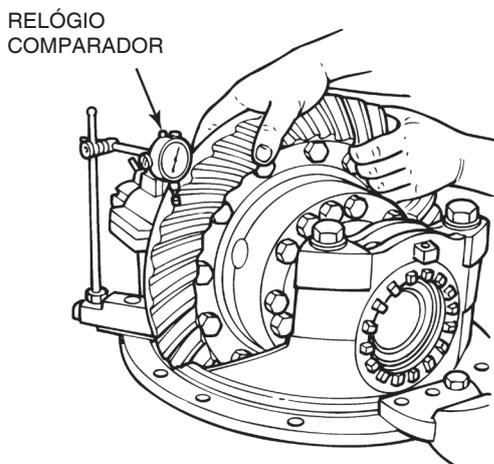

Figura 3.17
2. Instale um relógio comparador sobre o flange do diferencial. Coloque a ponta do comparador contra o lado de marcha à frente de um dente da coroa hipoidal. Ajuste o relógio comparador em ZERO. Figura 3.17.